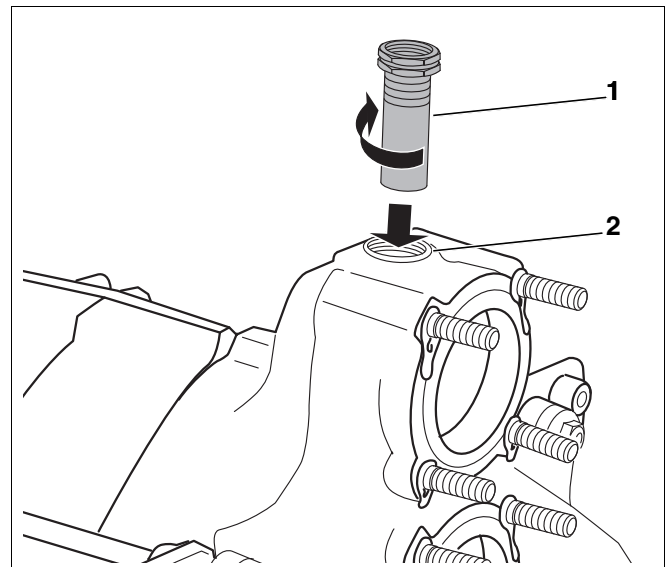

Fig. 20 Montaggio – Boccola a immersione
- ▶ Ermetizzare il pozzetto ad immersione ¾" (lunghezza: 110 mm) (fig. 20, [1]) dall'alto nel foro filettato ¾" dell'attacco di mandata (fig. 20, [2]).